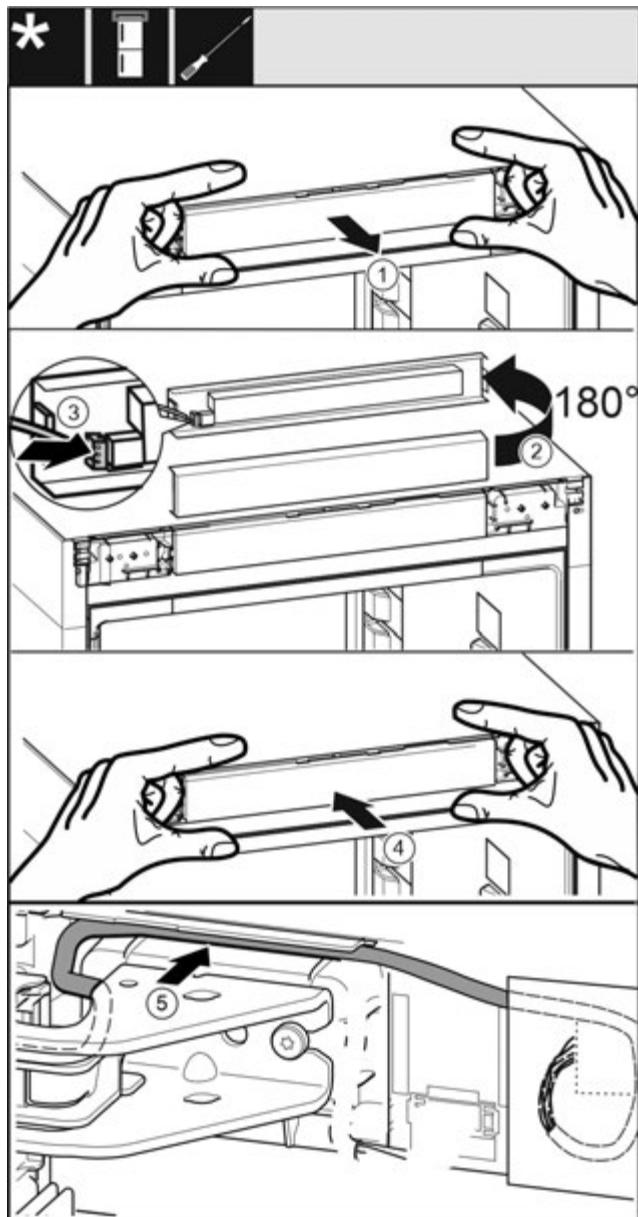

Fig. 43
- Обережно витягніть невелику панель керування. Fig. 43 (1)
- Поверніть панель на 180° вгору. Fig. 43 (2)
- Зафіксуйте штекер на невеликій панелі керування. Fig. 43 (3)
- Знову зафіксувати невелику панель керування на пристрой. Fig. 43 (4)
- Обережно розташуйте сірий кабель в направляючій над верхнім опорним кронштейном. Fig. 43 (5)